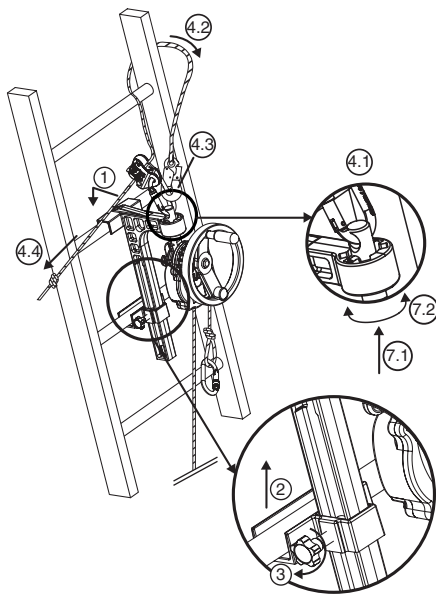

Рис. 6
6.3.2. Устройство derope™ UP B (рис. 6)
1. Установите большой кронштейн, предназначенный для крепления к поперечине лестницы, в положение, выбранное вами для проведения спасательной операции, над эвакуируемым лицом (рис. 6, 1).
2. Поднимите блокирующий зажим и установите его на поперечине, расположенной непосредственно под той поперечиной, на которую установлен большой кронштейн (рис. 6, 2).
3. Зафиксируйте блокирующий штырь блокирующего зажима с помощью завинчивающейся головки, которая находится на кронштейне сбоку (рис. 6, 3).
- Пропустите карабин приспособления для регулировки длины стропы LCM 05 через отверстие в верхней части крепежного штыря (рис. 6, 4.1).
- Оберните страховочный строп вокруг поперечины, находящейся над кронштейном, обойдя одну из стоек лестницы (рис. 6, 4.2).
- Присоедините карабин страховочного стропы к карабину приспособления для регулировки длины стропы LCM 05 (рис. 6, 4.3).
- Натяните страховочный строп, потянув за свободную ветвь (рис. 6, 4.4).
7. Установите устройство derope™ в нужное положение, меняя положение крепежного штыря в делительном устройстве (рис. 6, 7.1–7.2).